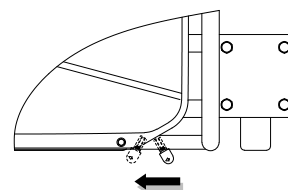

図 2
- ② スピードコントロールレバーを低速 (SLOW) から高速 (FAST) の方向に約 1/3 開いた状態にします。(図 2)